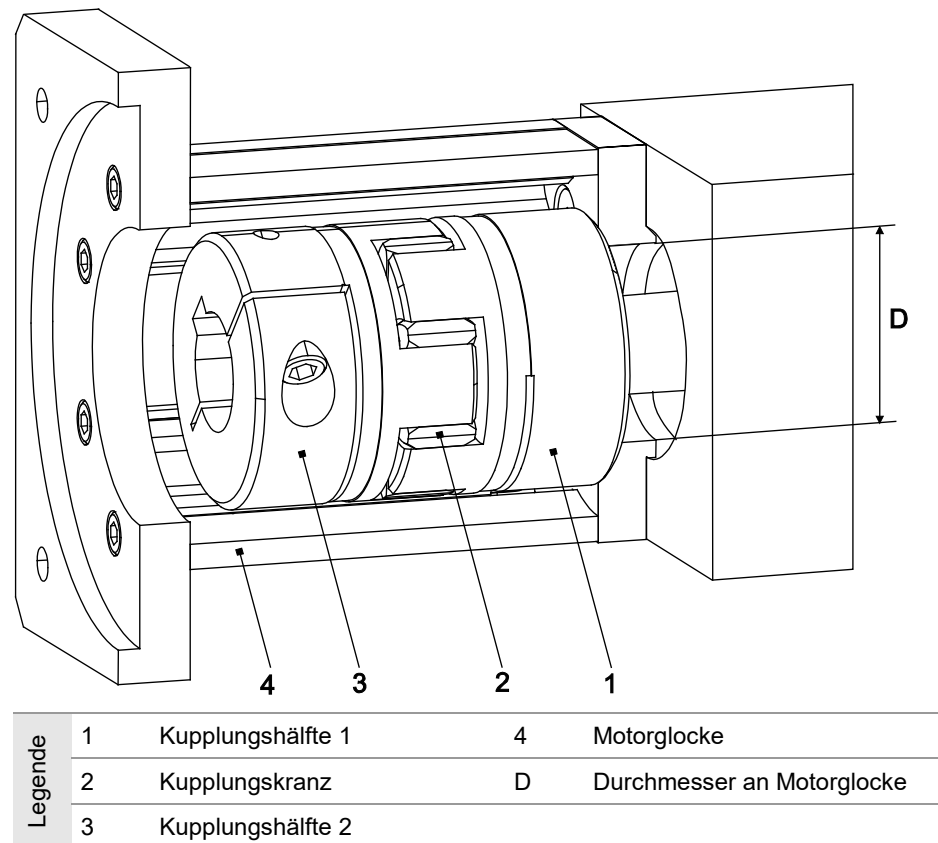

Bild 8 Motorglocke mit Motorkupplung am Antriebszapfen
3. Falls der Kupplungs-Durchmesser kleiner ist als das Maß D an der Motorglocke (4), zuerst die Kupplungshälfte 1 (1) (Bohrung bündig mit Antriebswelle) und danach die Motorglocke (4) montieren (Bild 8).